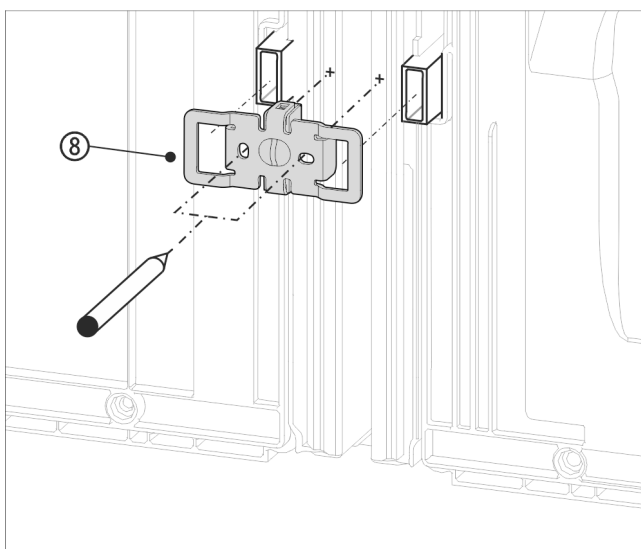

Fig. 16 Beispielhafte Darstellung
- ▶ Winkel Fig. 16 (8) mit den Aussparungen über die Aufnahme für die Wandabstandshalter schieben.